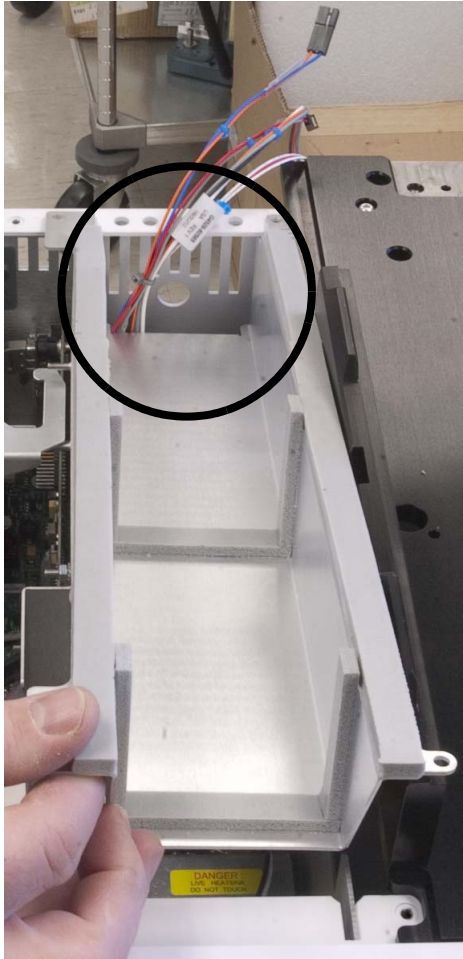

Abb. 33 Installieren der Halterung der Peltier-Spannungsversorgungs-Steuerplatine
- a** Führen Sie die Kabel wie in Abb. 33 gezeigt durch die Öffnung in der Rückseite der Halterung der Peltier-Spannungsversorgungs-Steuerplatine.